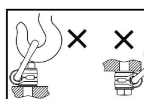

Abbildung 2
- Wenden Sie nur eine Teillast an, und achten Sie auf die richtige Drehung und Ausrichtung. Es sollte keine Störung zwischen Last (Arbeitsstück) und dem Hebebügel geben (Abb. 2).